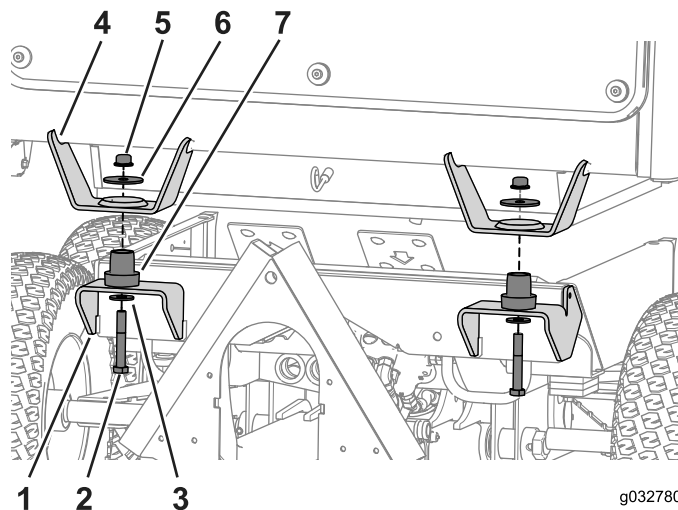

Bild 65
2. Senken Sie die Kabine auf die Maschine ab und fluchten die zwei Schraubenlöchern an den vorderen Befestigungen aus (**Bild 65**).
3. Setzen Sie einen Gummi-Isolator in jede Befestigungsstelle ein (**Bild 65**).
4. Befestigen Sie die Kabine mit der Schraube ($\frac{1}{2}$ " x $3\frac{1}{4}$ "), einer großen Schraube und Bundmutter an der Maschine (**Bild 65**).